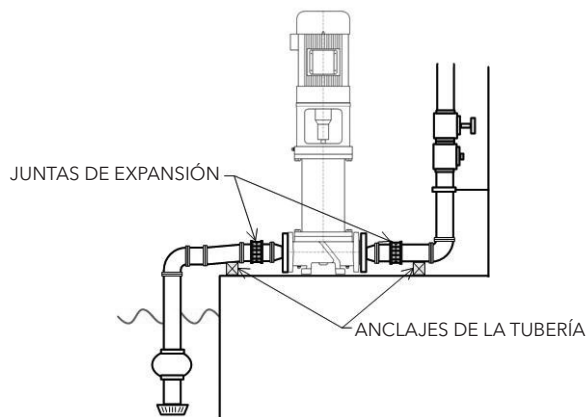

Figura 6: Colocación correcta de la junta de expansión
4. Al bombear líquidos a temperaturas elevadas, se recomienda el uso de bucles o juntas de expansión en la tubería de succión y descarga. Consulte la Figura 6 para la colocación correcta para evitar el esfuerzo de la bomba o desalineación debido a la expansión linear de la tubería.